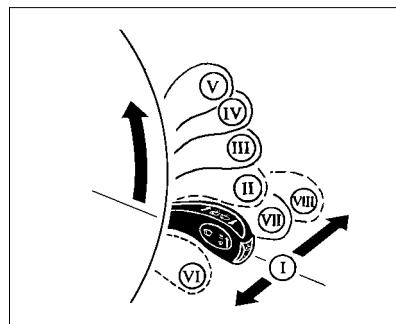

Рис. 36. Переключатель стеклоочистителей
**I (рис. 36) – нейтральное положение.** Очистители и омыватели стекол выключены.